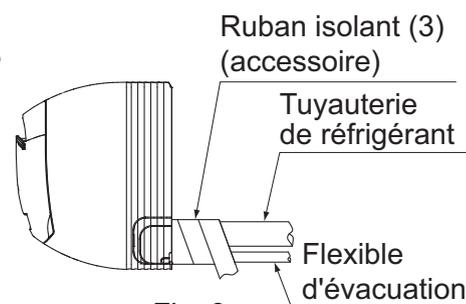

Fig. 8
**(3) Pointez le tuyau dans la direction par laquelle il passera.**
**Tuyauterie passant par la droite, par la partie inférieure droite et par l'arrière droite (Reportez-vous à la Fig. 8)**
- Enroulez ensemble le flexible d'évacuation et la tuyauterie de réfrigérant dans le ruban isolant (3) de manière à ce que le flexible d'évacuation soit en dessous de la tuyauterie de réfrigérant.